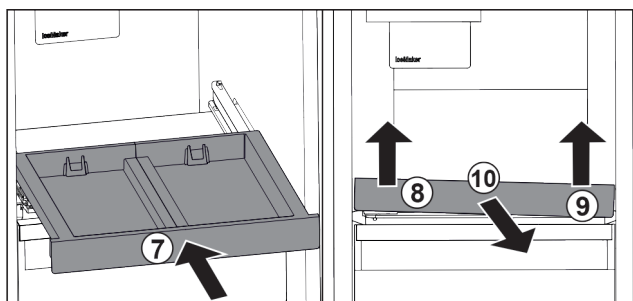

Fig. 20
- Lükake väljatõmbetahvel sisse. Fig. 20 (7)
- Tõstke väljatõmbetahvli eest vasakult üles. Fig. 20 (8)
- Tõstke väljatõmbetahvli eest paremalt üles. Fig. 20 (9)
- Võtke väljatõmbetahvel ettepoole välja. Fig. 20 (10)